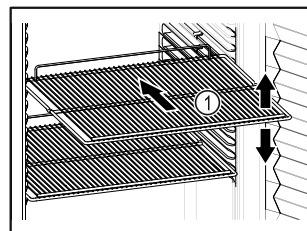

Fig. 56
- Hvis oppbevaringshyllene Fig. 56 (1) kan flyttes, juster etter høyden.